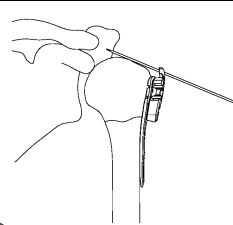
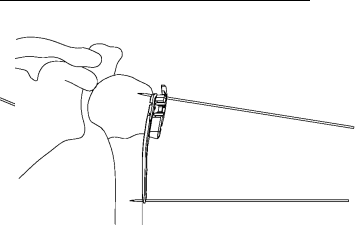

図4-1
図4-2
- 骨折線をまたいでプレートを設置し、術後の肩峰下インピンジメントを避けるため、ガイドブロック突起部のガイドピンホールに1.6ガイドピンを導入して骨頭からの設置位置を確認し（図4-1）、1.6ガイドピンで仮固定します。（図4-2）